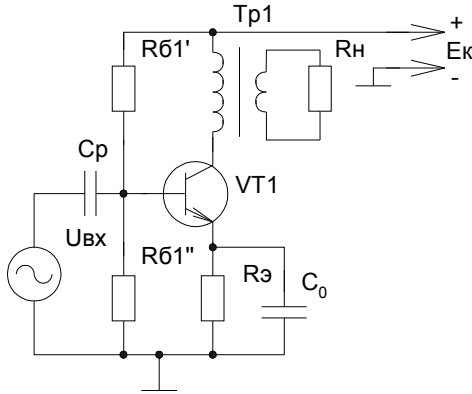

Рис. 249
1) Однотактный выходной трансформаторный каскад. Однотактный выходной трансформаторный каскад работает в режиме класса А. В виде коллекторной нагрузки он имеет первичную обмотку согласующего трансформатора (смотрите рисунок 249).